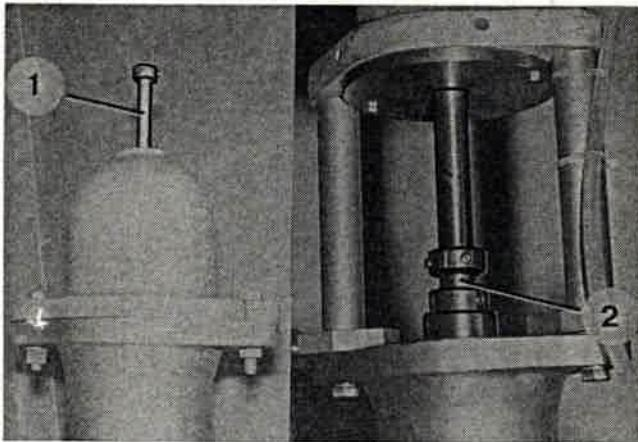

Bild 189
2. Ausgleichskolben (Bild 189/1 bzw. 2) beobachten.